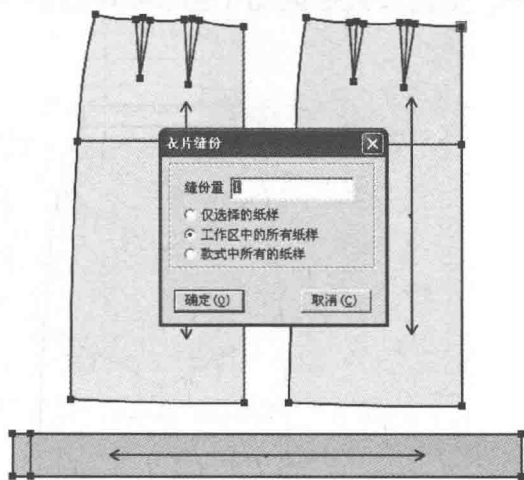
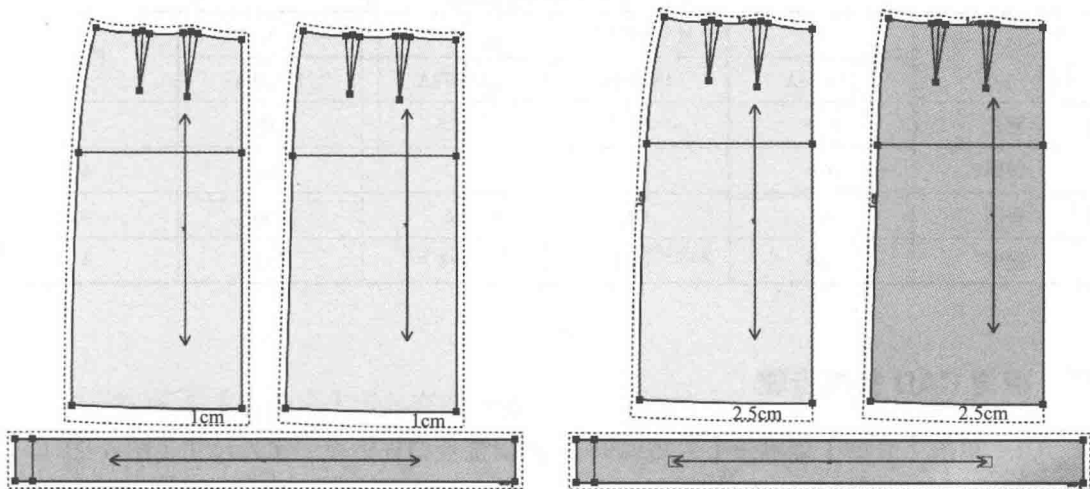

图6-18 加缝份步骤1
图6-19 加缝份步骤2
(10) 选择 【加缝份】工具将工作区的所有纸样一起加 1cm 缝份(图 6-18)。然后将前中和后中的缝份归零，并将前片和后片下摆缝份改成 2.5cm(图 6-19)。